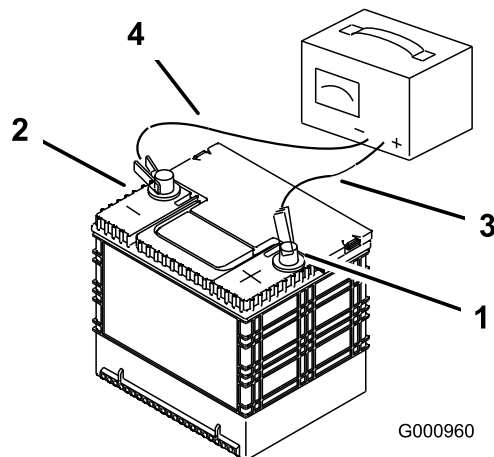

Figura 57
3. Cuando la batería esté completamente cargada, desconecte el cargador de la toma de electricidad, luego desconecte los cables del cargador de los bornes de la batería (Figura 57).